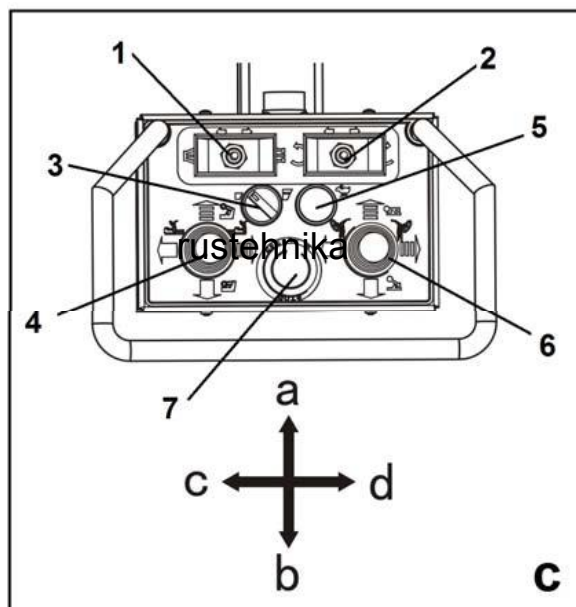

Рисунок 11
Панель управления (рис. 11) является портативной и позволяет оператору выбрать рабочее положение, наиболее удобное для каждого из случаев. На панели управления сконцентрированы все команды, а именно:
– выключатель 1, (рис. 11): переместите его в положение «с», чтобы открыть самоцентрирующуюся цангу; переместите его в положение «d», чтобы закрыть самоцентрирующуюся цангу;
– переключатель вращения 2 (рис. 11): переместите его в положение «с», чтобы повернуть самоцентрирующуюся цангу против часовой стрелки; переместите его в положение «d», чтобы повернуть самоцентрирующуюся цангу по часовой стрелке.
– переключатель скорости вращения 3 (рис. 11): при повороте влево самоцентрирующаяся цанга вращается медленнее; при повороте вправо самоцентрирующаяся цанга вращается быстрее.
– джойстик (1) 4 (рис. 11): переместите его в положение [a], чтобы поднять рычаг патрона; переместите его в положение [b], чтобы опустить рычаг патрона; переместите его в положение [c], чтобы отодвинуть рычаг патрона и технологическую тележку друг от друга; переместите его в положение [d], чтобы переместить рычаг патрона и технологическую тележку навстречу друг другу.
– кнопка скорости тележки 5 (рис. 11): нажмите на нее, и рычаг патрона и технологическая тележка будут двигаться быстрее; отожмите ее, и рычаг патрона и технологическая тележка будут двигаться медленнее.
– джойстик (2) 6 (рис. 11): переместите его в положение [a], чтобы поднять кронштейн снимающего рычага; переместите его в положение [b], чтобы опустить кронштейн снимающего рычага; переместите его в положение [c], чтобы повернуть диск для разрыва борта в рабочее положение; переместите его в положение [d], чтобы повернуть инструментальную головку в рабочее положение.
– кнопка аварийной остановки 7 (рис. 11): нажатие на нее может немедленно остановить работу машины.